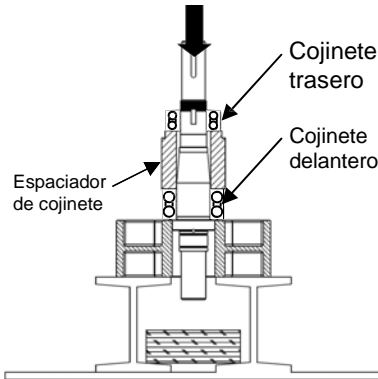

Figura 48: Retirar cojinetes y manga del eje
6) Con una prensa y bloques de igual tamaño, retire los cojinetes delanteros y traseros junto con el espaciador de cojinetes. Para evitar daños en los ejes, asegúrese de que ambos extremos estén protegidos (Figura 48). Los cojinetes se ajustan a presión en el eje y se requerirá una prensa para retirarlos.